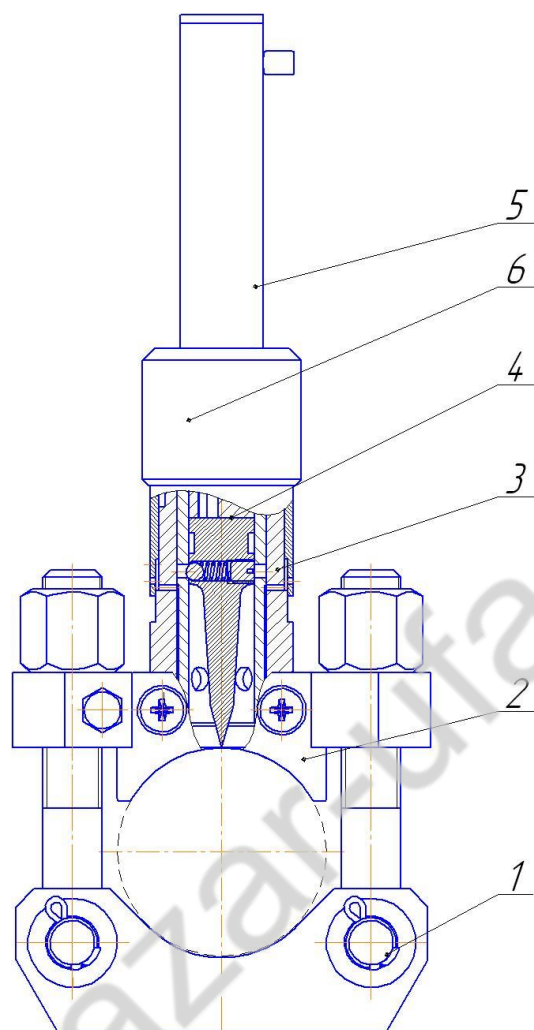

Рис.2. Силовая часть УДПК 70.
4.1. 4.1. Силовая часть устройства УДПК (рис.2) состоит из хомута 1 с двумя болтами и гайками, фланца 2, ствола 3, пробойника 4, ударно-спускового механизма 5, затвор 6.